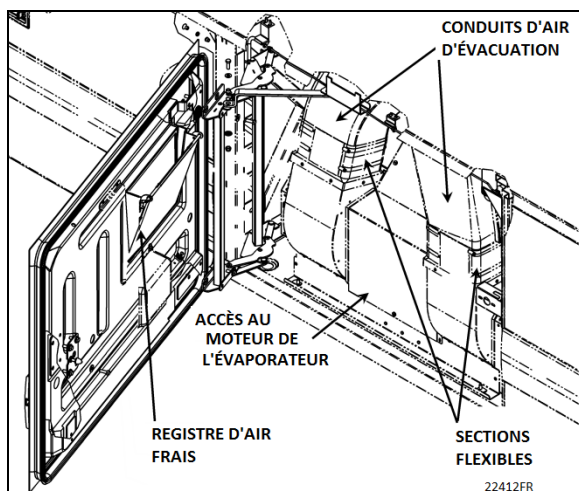

FIGURE 71: ACTUATEUR DU REGISTRE D'AIR NEUF DE LA ZONE DES PASSAGERS DE LA SÉRIE X3
- Séries X3 – Dans la porte du compartiment de l'évaporateur (Figure 71).